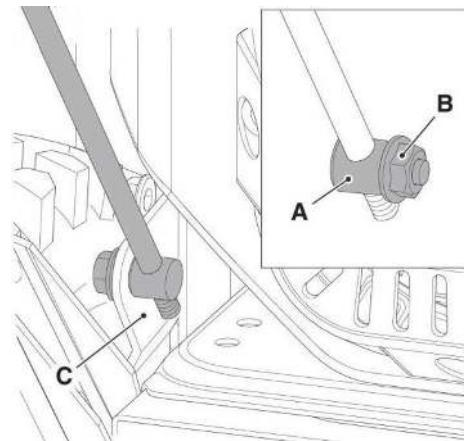

Рисунок 6
- Снимите предварительно установленное соединение (рисунок 6. A) на гайке рычага управления положением щётки (рисунок 6. B).
- Вставьте шарнирное соединение (рисунок 6. A) на устройстве управления положением щётки в отверстие на рычаге (рисунок 6. C), чтобы соединить его с приводом.
- Затяните гайку (рисунок 6. B).